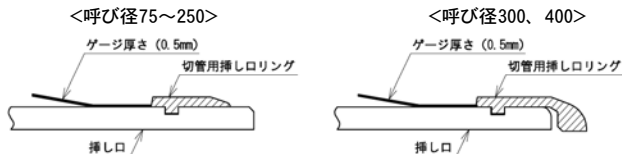

図73 挿し口外面からの浮き量チェック
- ③ 切管用挿しロリングが浮き上がっていないことを、切管用挿しロリングと挿し口外面との間に0.5mmの隙間ゲージが全周にわたって入らないことにより確認する(図73)。ゲージが入る場合はシャコ万力を取り外し②の作業を再度行う。
⑥ 全てのシャコ万力を取り外す。
⑦ 再度、切管用挿しロリングが浮いていないことを、切管用挿しロリングと挿し口外面との間に0.5mmの隙間ゲージが全周にわたって入らないことにより確認する(図73参照)。